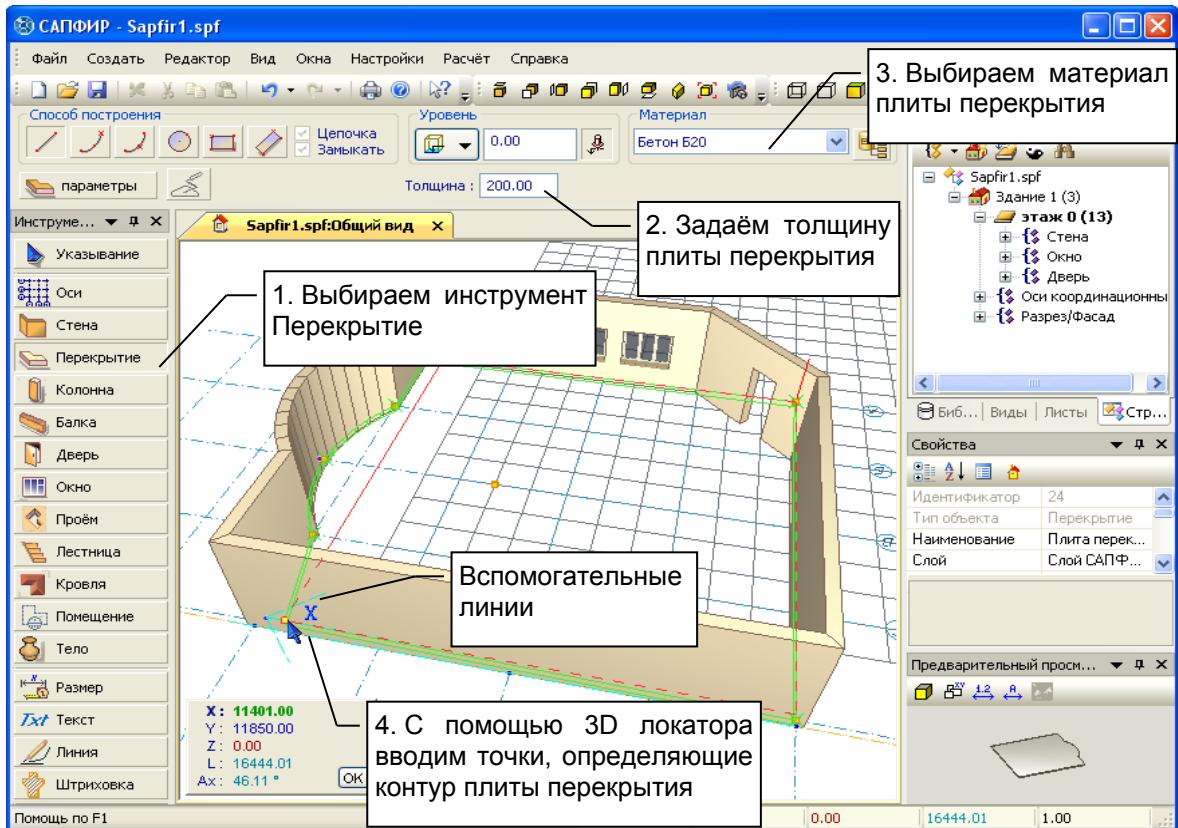

Рис. 2.8 Инструмент Перекрытие
**Перекрытие** Используйте кнопку **Перекрытие**, чтобы вызвать соответствующий инструмент. Задайте толщину плиты перекрытия, выберите материал. Затем с помощью трёхмерного локатора вводите точки (см. рис. 2.8). В процессе ввода точек можно переключать способ построения, чтобы чередовать прямые и радиусные участки контура. Режимы **Цепочка** и **Замыкать** для построения контура перекрытия включены по умолчанию, и отключить их нельзя, поскольку для построения этого объекта требуется замкнутый контур.